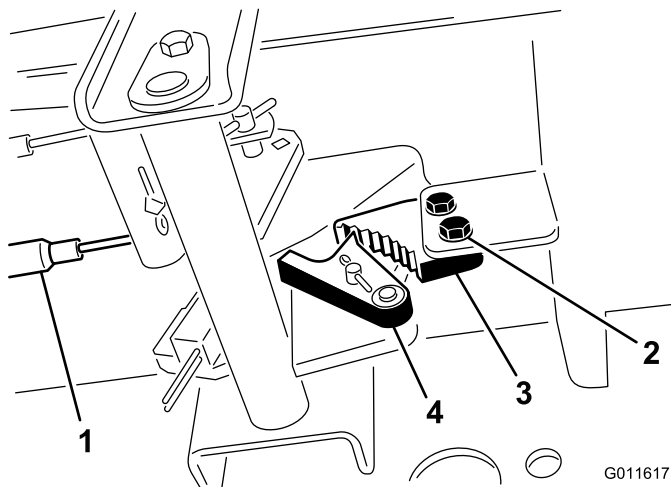

Figura 66
1. Allentate le due viti che fissano il nottolino del freno di stazionamento al telaio (Figura 66).
2. Premete in avanti il pedale del freno di stazionamento finché il fermo non s'innesca completamente nel nottolino del freno (Figura 66).